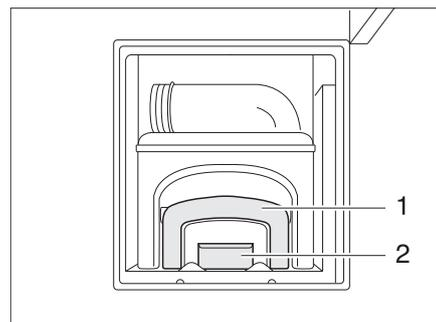

Bild 276 Zugang Fäkalientank, geöffnet
- Entriegelung (Bild 276,2) betätigen und Fäkalientank (Kassette) am Griff (Bild 276,1) herausziehen.